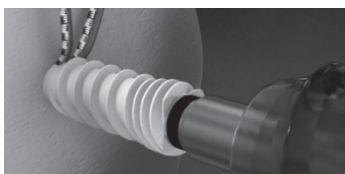

図3
8. 縫合糸に適度なテンションをかけながら、アンカー遠位部を骨孔に挿入する（図3）。